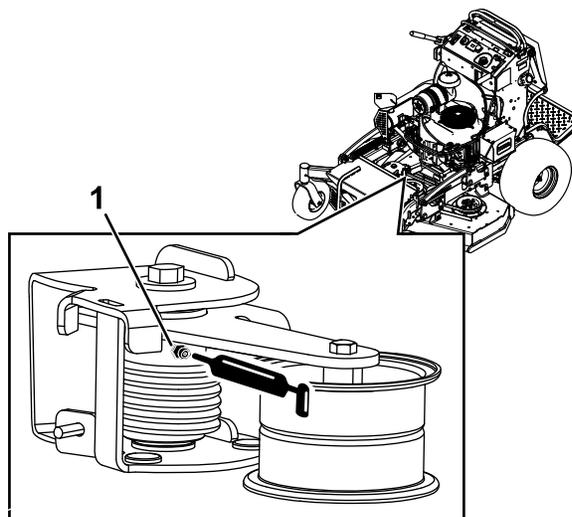

Figura 46
3. Lubrifique o rolete de torsão no cortador utilizando o lubrificante de altas temperaturas no bocal de lubrificação que se mostra na Figura 46.